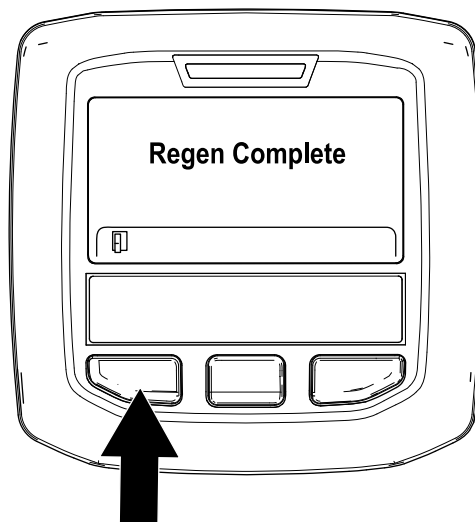

Bild 38
- Die geparkte Regenerierung ist abgeschlossen, wenn die Meldung „Regen. Complete“ im InfoCenter angezeigt wird. Drücken Sie die linke Taste, um den Homebildschirm anzuzeigen (Bild 38).